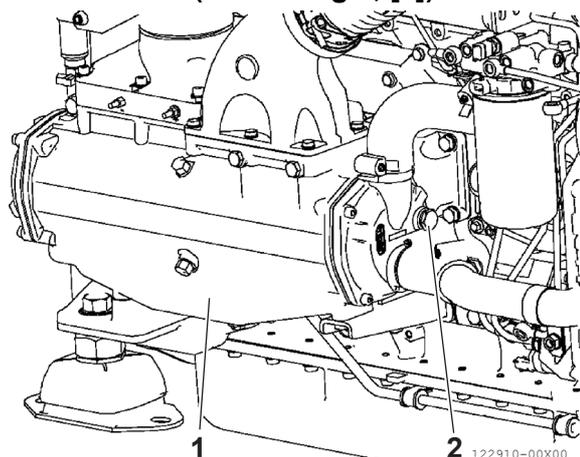

Abbildung 4
1. Entfernen Sie die Zinkanode (**Abbildung 4, [2]**), indem Sie die Anode vom Seewasser/Luft-Wärmetauscher abschrauben (**Abbildung 4, [1]**).
2. Prüfen Sie das Ausmaß der Korrosion der Zinkanode (**Abbildung 4, [2]**). Wenn die Korrosion 50 % des Volumens überschreitet, tauschen Sie die Anode aus.
Setzen Sie die Zinkanode (**Abbildung 4, [2]**) in den Seewasser/Luft-Wärmetauscher (**Abbildung 4, [1]**) ein und ziehen Sie die Anode auf ein Drehmoment von 30 +/- 3 Nm fest.